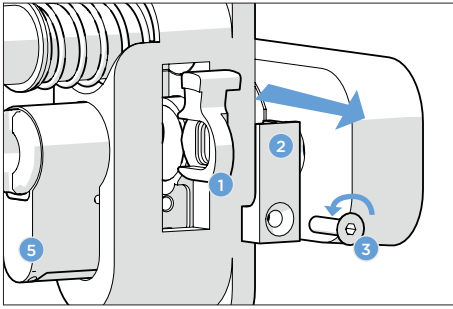

Imagen 3: desmontaje de soporte de leva y leva
- Desmontaje del soporte de la letra (2) y de la letra (1) del medio cilindro BS02/X3 (5) aflojando el tornillo avellanado (3) M3 x 12 (consulte la imagen 3)